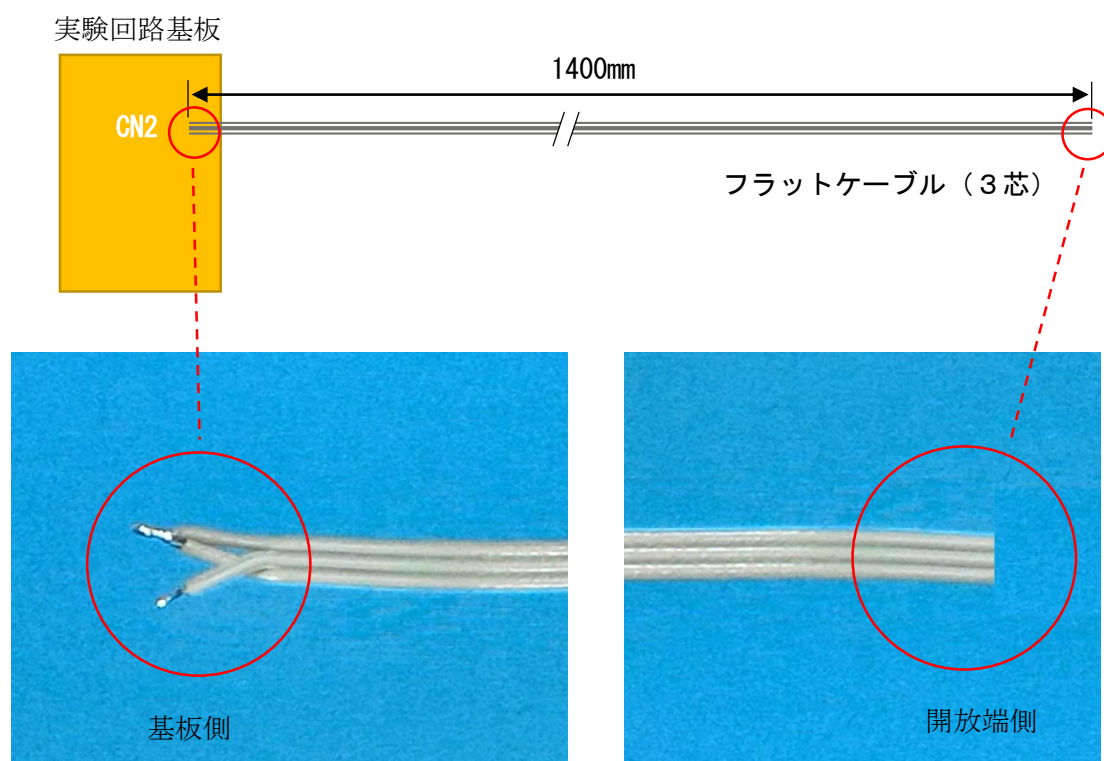
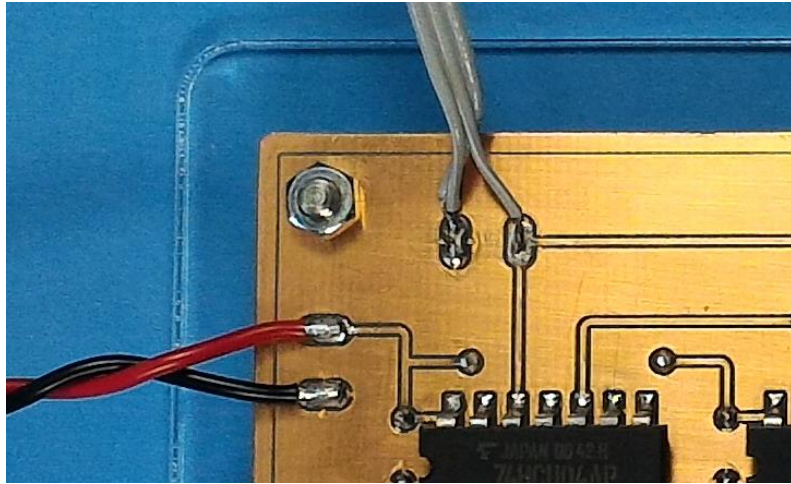

図 6 フラットケーブルの接続
図7 CN2 への半田付け
- ① 電源とファンクションジェネレータの接続および設定は実験 1 と同じ。
- ② 3 芯ごとに割いたフラットケーブル（長さ 1400mm）を CN2 に半田付けする。フラットケーブルは図 6 に示したように中央の線を除いてより合わせ、図 7 のように基板に半田付けする。基板に半田付けしない側のフラットケーブルの末端は断ち落としたままとする。
- ③ TP2、TP3、TP4 の波形をオシロスコープで計測する（オシロスコープで計測した波形は USB メモリに保存すること）。